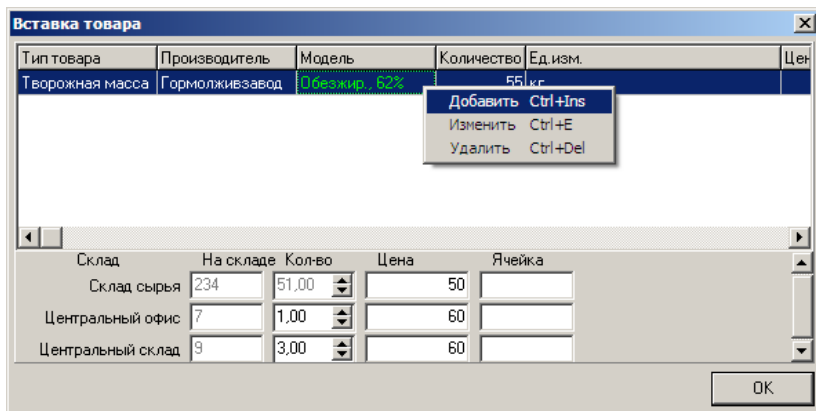

Рис. 77. Вставка товара
4. После этого в открывшемся окне (рис. 77) на таблице вызовите всплывающее меню и выберите пункт «Добавить». Откроется окно «Вставка товара» (рис. 78), в котором надо внести информацию о новом товаре. Кроме описания товара можно заполнить следующие поля:
Можно заполнить эти поля и в предыдущем окне (рис. 77).